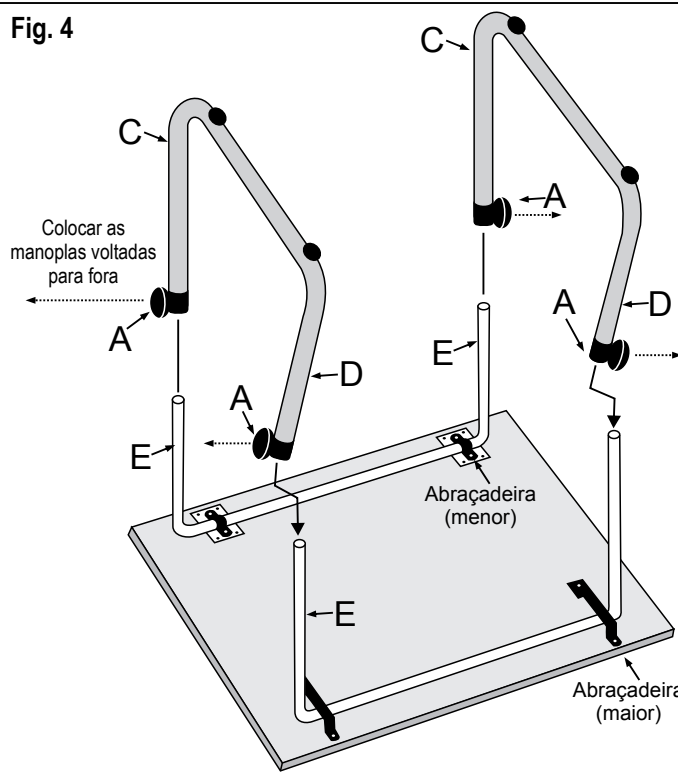

Fig. 4
3º) Encaixe as 4 buchas de travamento (A), nas 2 hastes dos pés pintados, observando que as manoplas estejam viradas para o lado externo e aperte-as levemente. Em seguida encaixe os 4 pés niveladores, nos pés (C). **Ver Fig.4**